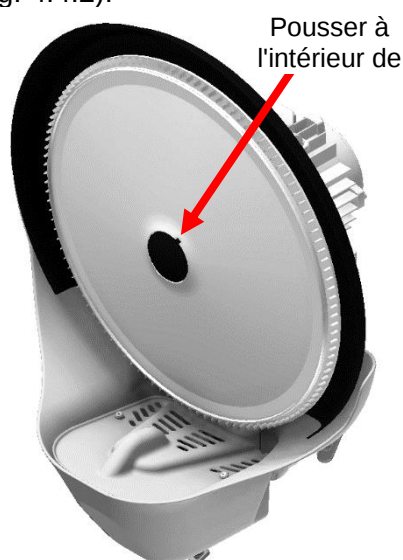

Fig. 4.4.1
- Retirez le capuchon central du disque rotatif en le poussant à l'aide d'un petit tournevis à fente (Fig. 4.4.1).